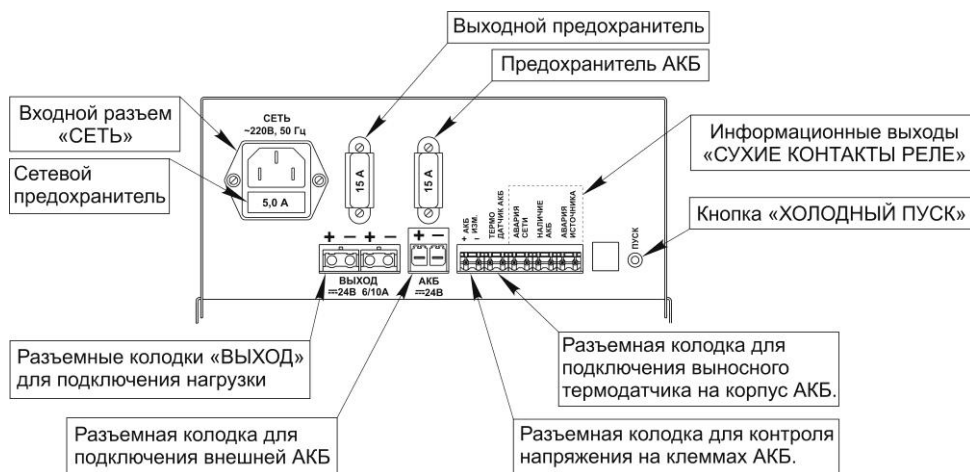

Рисунок 2 – Задняя панель изделия
На задней панели расположены (см. рисунок 2):
Выполните подключение внешних цепей к изделию в соответствии с назначением клемм подключения (см. рисунок 2) в следующей последовательности:
- проверьте правильность произведенного монтажа в соответствии с назначением клемм подключения (см. рисунок 2);